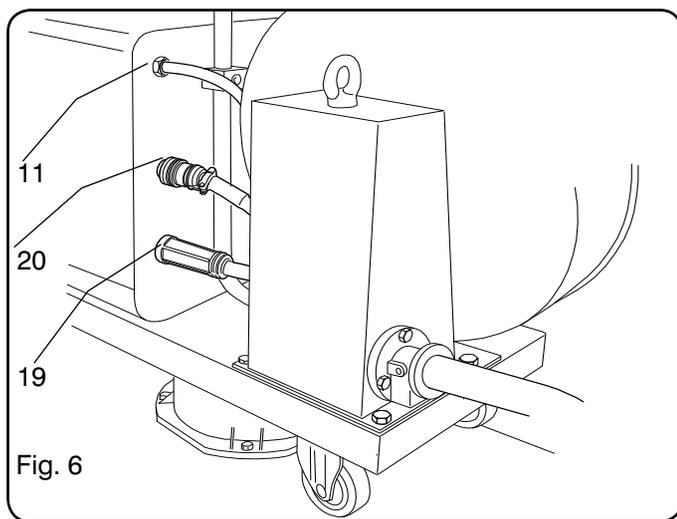

Fig. 6
- Ligar a outra extremidade da conexão **BA** ao carro de tração do fô, como ilustrado na Fig.6.